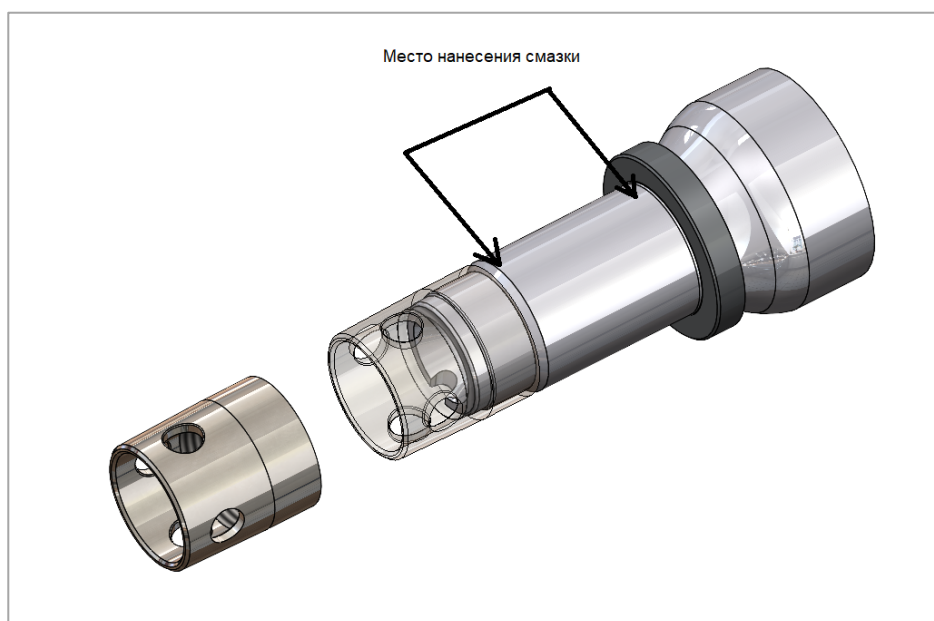

Рис. 19. Место нанесения смазки
- 2) Нанесите тонкий слой антифреттинговой смазки 85% на цапфу, остаток 15% используйте ближе к упорному кольцу (рис. 19)